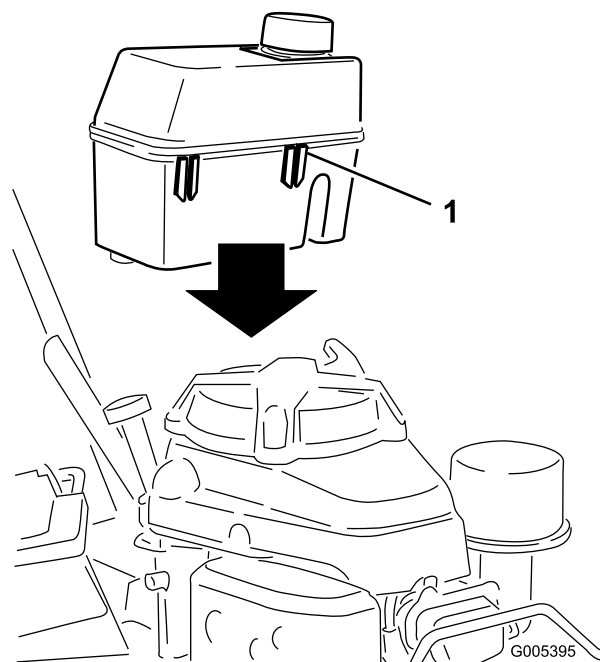

Figure 5
3. Glissez les clips en plastique situés à l'avant du réservoir sur le support du réservoir (Figure 5).